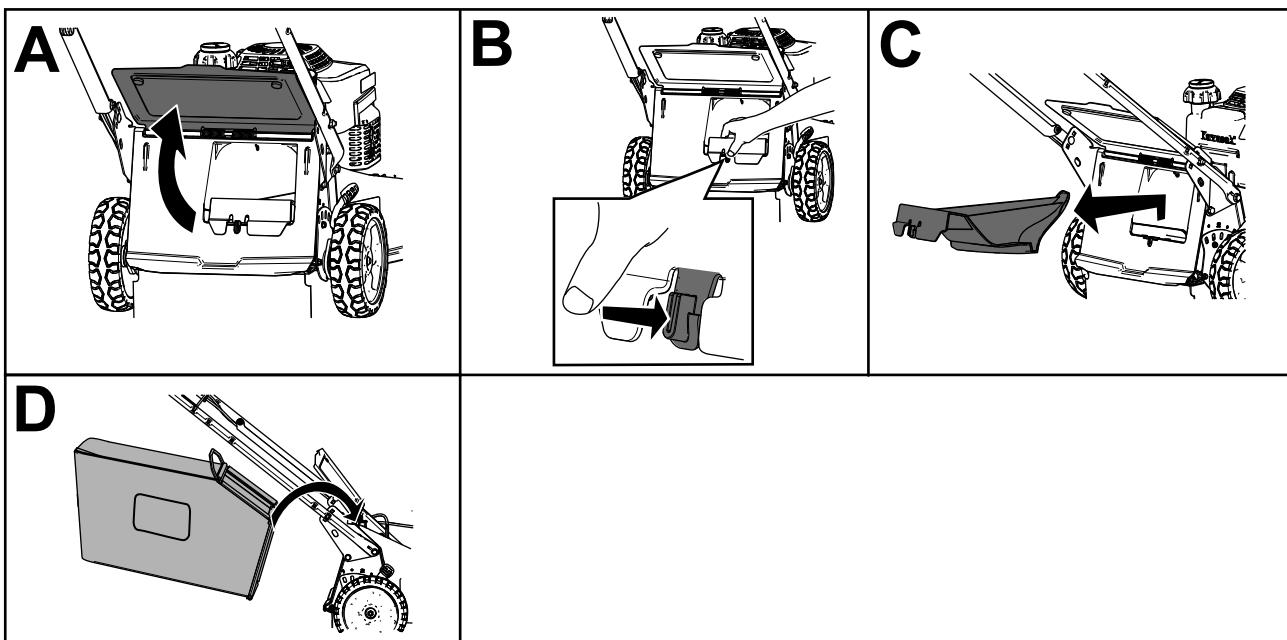

Bild 20
2. Heben Sie das hintere Ablenkblech an und halten Sie es hoch (A in Bild 20).
3. Drücken Sie zum Entfernen der Heckauswurfklappe mit dem Daumen auf den Riegel und ziehen die Klappe aus der Maschine (B und C in Bild 20).
- Setzen Sie die Enden der Fangkorbstange in die Kerben an der Unterseite des Holms ein und bewegen den Fangkorb nach vorne und hinten, um sicherzustellen, dass die Enden der Stange richtig in den Kerben sitzen (D in Bild 20).